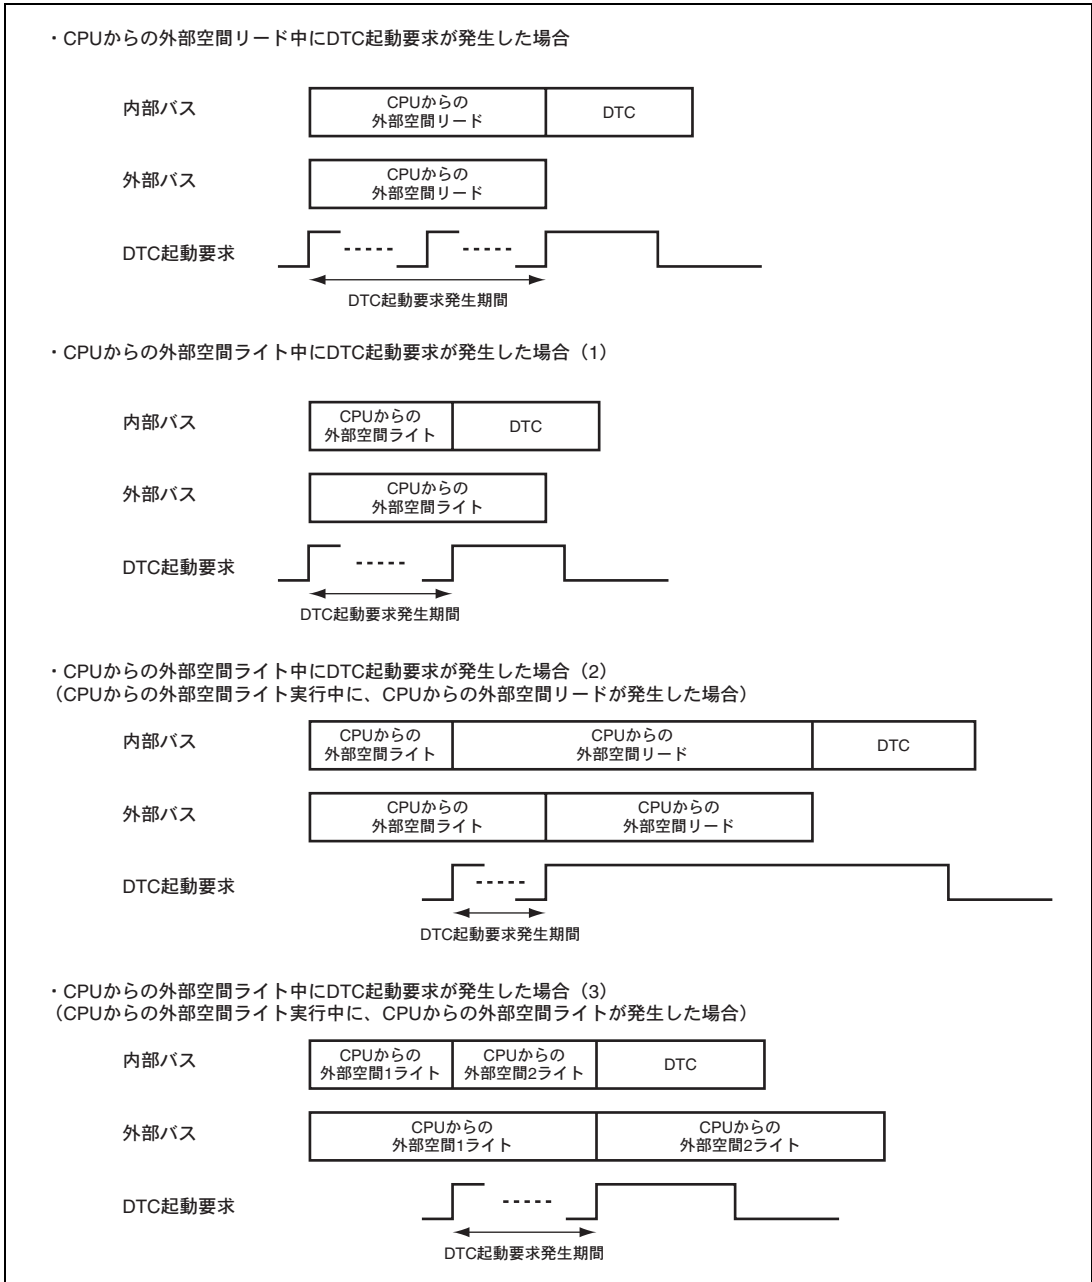

図 9.9 CPU からの外部空間アクセス中に DTC 起動要求が発生した場合のバスアービトレーション
また、「9.5.7 (2) LSI 内部バスマスタからみたアクセス」に記述されているライトバッファの動作上、CPU からの外部空間アクセスがライトの場合とリードの場合で、CPU と DTC のアービトレーションが異なります。図 9.9 に、CPU からの外部空間アクセス中に DTC 起動要求が発生した場合のバスアービトレーションを示します。